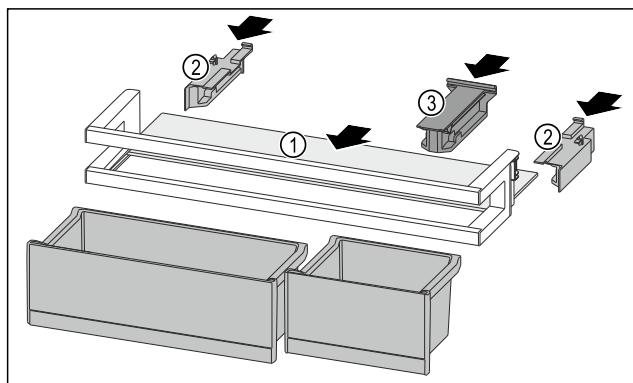

Fig. 155
- ▶ 将搁板 Fig. 155 (1) 推入侧面凹槽。
- ▶ 插入侧面部分 Fig. 155 (2)。
- ▶ 插入定位件 Fig. 155 (3)。